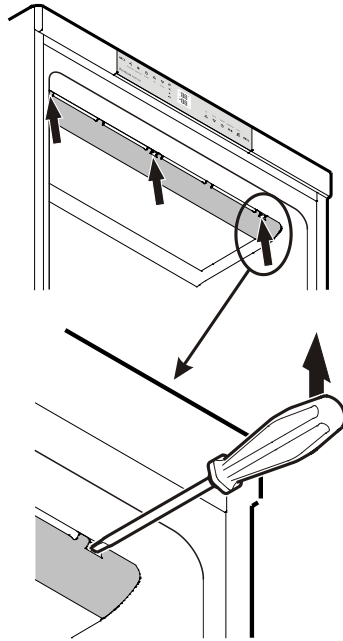

Figura 11
1. Desenclave la cubierta cuidadosamente por el lado izquierdo, medio y derecho con ayuda de un destornillador - **Figura 11**.